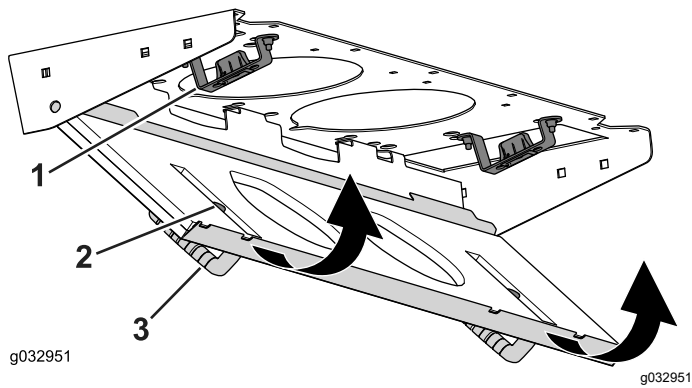

Bild 88
4. Drehen Sie den Filterschirm um die Laschen, bis der Riegel in die Riegelhalterung (**Bild 88**) einrastet.